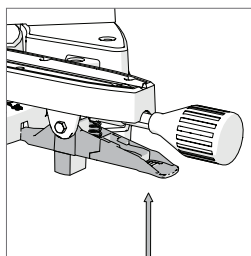

Fig. 31
- Tirer le levier de fixation pour la butée positive vers le haut. **(Fig. 31)**